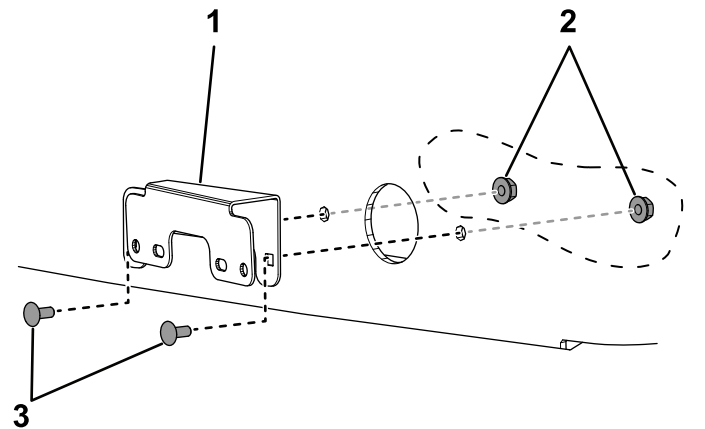

Figura 23
3. Instale los 2 soportes de los intermitentes en el capó usando 4 pernos de cuello cuadrado (Nº 10 x ½") y 4 contratuercas (Nº 10) (Figura 23).